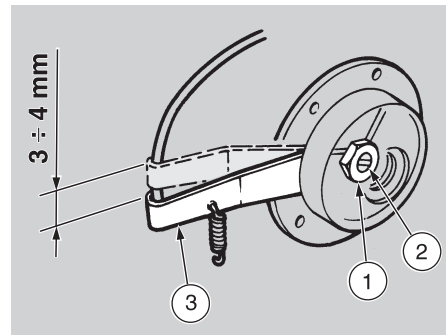

Fig. 18
- ◆ Desserrer l'écrou intérieur (1-Fig. 18) à l'aide de la clef appropriée en dotation.
- ◆ Serrer la vis de réglage (2-Fig. 18) à l'aide d'un tournevis jusqu'à la récupération totale du jeu.
- ◆ Dévisser la vis sus-mentionnée pour environ un demi tour, qui correspond à 3 ÷ 4 mm de course du levier (3-Fig. 18);